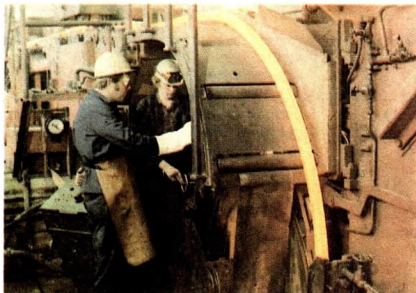

Abb. 33
**Eigenschaften.** Die Metalle stimmen in einigen Eigenschaften überein. Die meisten Metalle kommen bei Zimmertemperatur im festen Aggregatzustand vor. Sie sind gute Leiter für Wärme und den elektrischen Strom (Experimente 16). Metalle können nach Erwärmen, teilweise auch schon in der Kälte durch Biegen, Walzen, Schmieden und Ziehen (Abb. 33) verformt werden. Viele Metalle haben eine glänzende Oberfläche. Der Glanz geht durch Einwirkung von Luft und Feuchtigkeit bei den meisten Metallen wieder verloren.